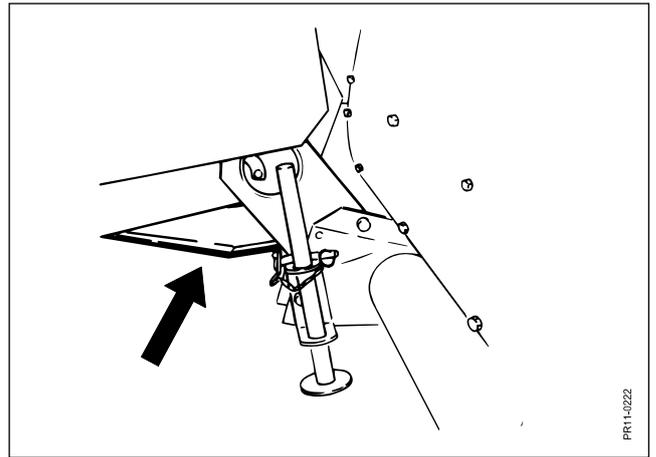

Fig. 5.4
**Fig. 5.4** Pour réduire la perte de maïs, il est possible de monter une plaque sous les rouleaux d'alimentation, mais si le fourrage est très humide, il peut être nécessaire de l'enlever.